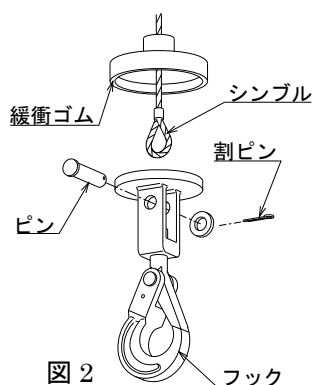

図 2
- 1) 割ピンをプライヤーなどで取外してピンを抜き、ワイヤロープをはずす。(図 2)
- 1) 緩衝ゴムをワイヤロープのロック管側から通す。(図 2)
- 2) 新しいワイヤロープをフックに付いている円板の長穴に通す。(図 2)